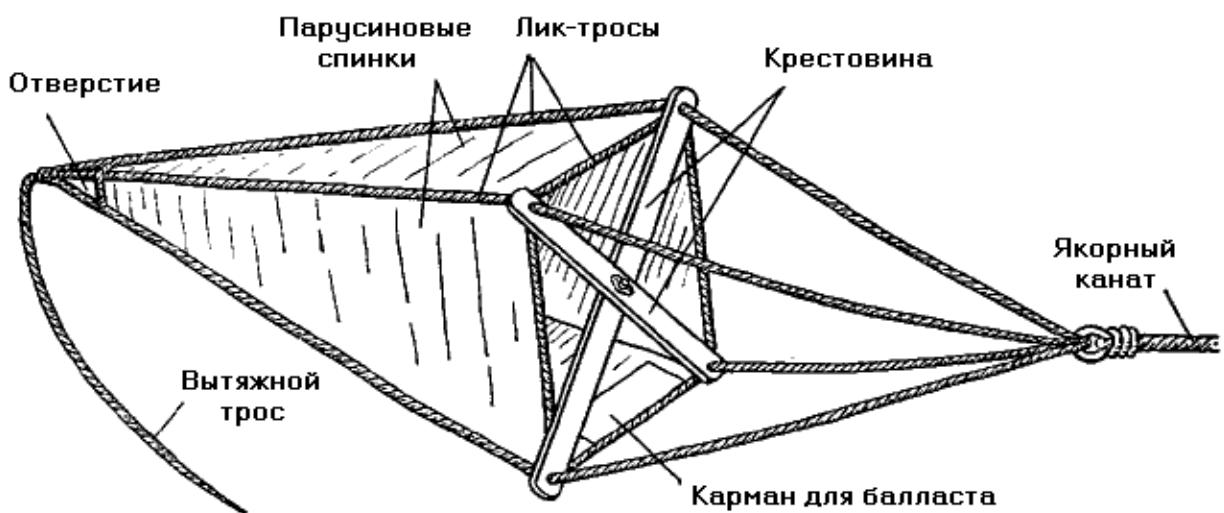

Рис. 117. Плавучий якорь
**Плавучий якорь (рис. 117)** представляет собой конусообразный мешок, сшитый из прочной грубой парусины, имеющий в основании крестообразную распорку или обруч, а в вершине—отверстие для пропуска воды, стабилизирующее рабочее положение якоря. К якорному канату он крепится при помощи четырех концов. Чтобы якорь легче было выбирать из воды, к его вершине крепят тонкий и прочный вытяжной линь.